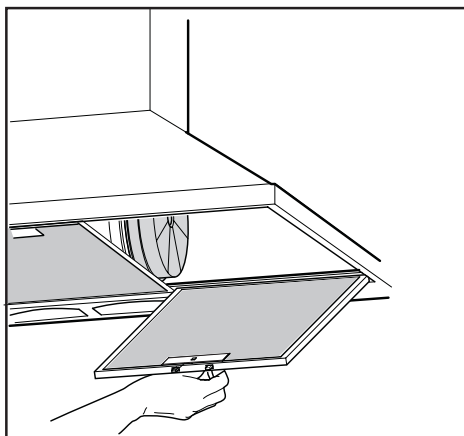

Fig.6
- La distanza minima fra la superficie di supporto dei recipienti di cottura sul dispositivo di cottura e la parte più bassa della cappa da cucina deve essere di almeno 65 cm (Fig.10). Se dovesse essere usato un tubo di connessione composto di due o più parti, la parte superiore deve essere all'esterno di quella inferiore. Non collegare lo scarico della cappa ad un condotto in cui circoli aria calda o utilizzato per evacuare fumi degli apparecchi alimentati da un'energia diversa da quella elettrica. Prima di procedere alle operazioni di montaggio, per una più facile manovrabilità dell'apparecchio disinserire i filtro/i antigrasso (Fig.6).
Per la sostituzione della lampada ad incandescenza, togliere i filtri antigrasso come descritto in (Fig.6) e rimuovere la lampada.